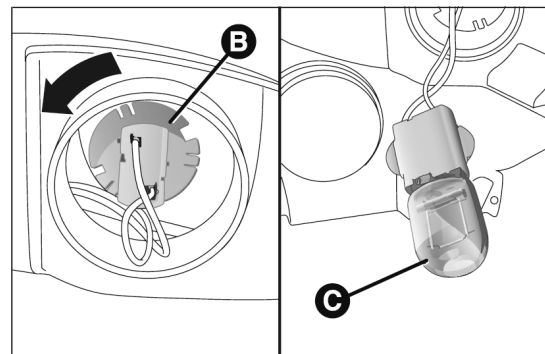

fig. 172
- tourner la douille B fig. 172 dans le sens antihoraire, enlever l'ampoule C et la remplacer ;